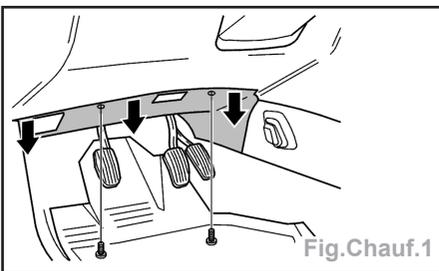

Fig.Chauf.1
- le panneau insonorisant (fig.Chauf.1),